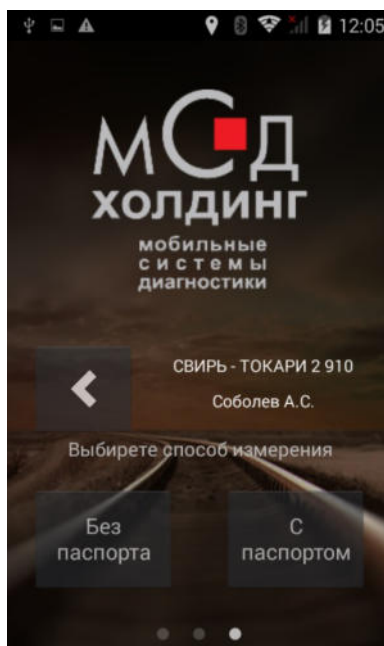

Рисунок 8. Выбор режима измерения
2.3.2.6 ПДУ имеет возможность обрабатывать паспорта участков контактной сети. При загрузке паспортов в память, ПДУ формирует новые участки на основании данных из паспортов. При выборе участка, загруженного из паспорта, предлагается два режима измерения: «**Без паспорта**» и «**С паспортом**» (см. Рис.8).